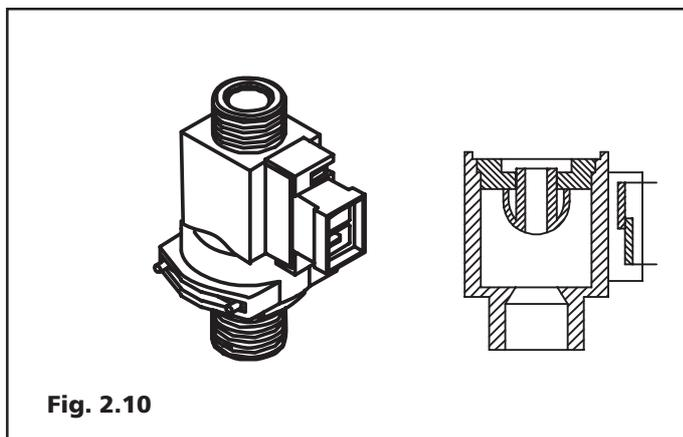

Fig. 2.10
**3) Flussostato (Fig. 2.10):** dispositivo in grado di rilevare la presenza del flusso dell'acqua tramite un galleggiante composto da un otturatore in teflon, con un settore calamitato sulla parte superiore. All'ingresso dell'acqua fredda vi è un filtro che salvaguarda il flussostato dal passaggio di impurità.